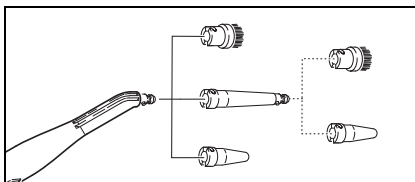

Fig. 8
- Duza punctiformă (D1) poate fi utilizată și cu prelungitorul (D2), peria cilindrică (D3) sau duza de forță (D4) (vezi fig. 8). Pentru aceasta introduceți ambele de gajări ale prelungitorului pe blocatoare